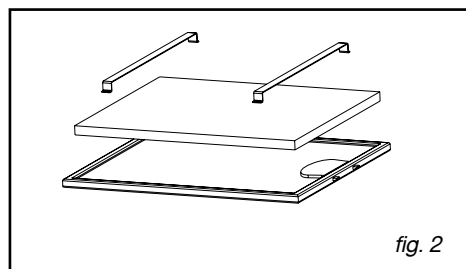

fig. 2
- Retire os filtros cassete (fig.2).